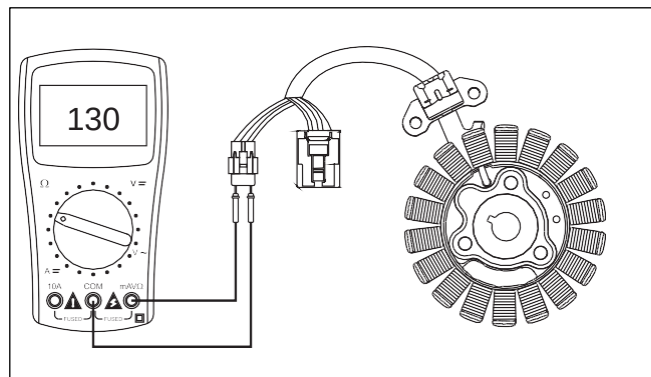

Fig. 5.12
- Conecte el cable '+vo' del multímetro al cable café (Br) de la bobina de pulso y el cable '-vo' al cable blanco (W) de la bobina de pulso (Fig. 5.12)